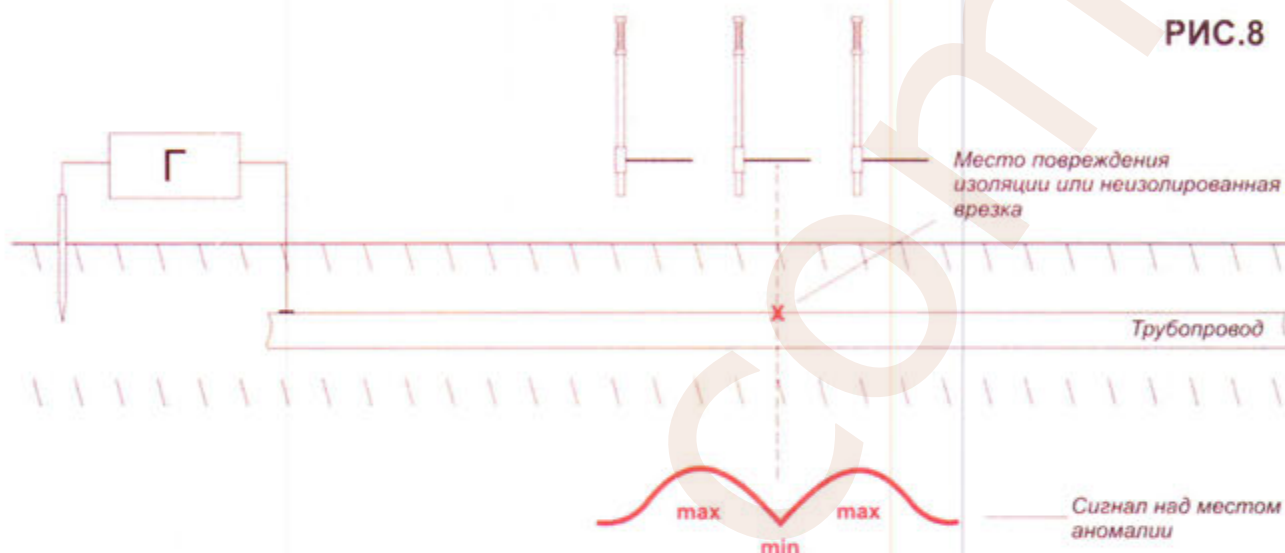
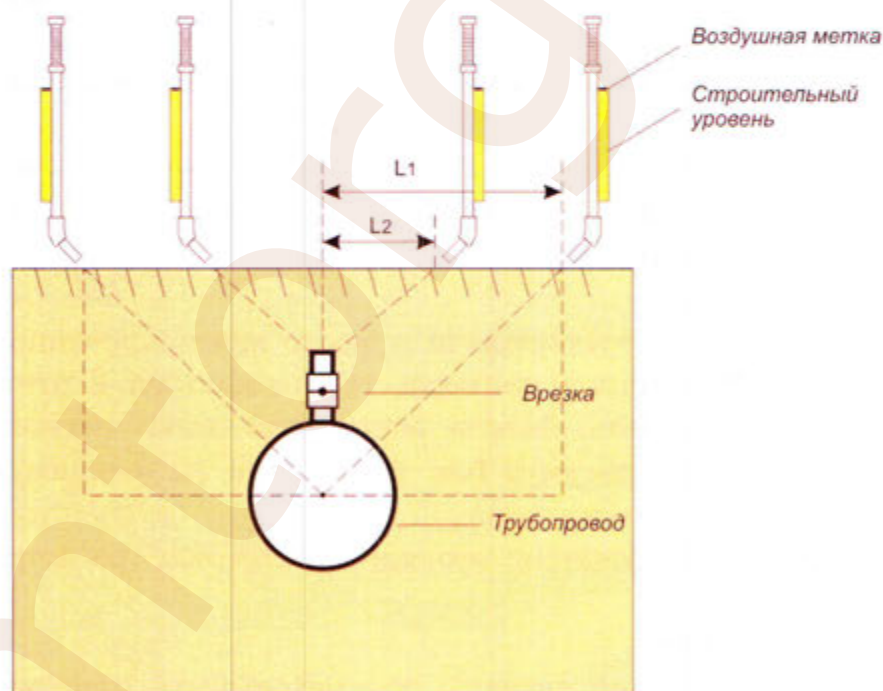

Рис. 8. Продольный метод
Рис. 11. Метод разности глубин залегания трубопровода и врезки.
Врезки, как правило имеют несанкционированный характер происхождения, могут быть изолированные или неизолированные. Поиск врезок производят на электрическую антенну поперечным методом, см. рис 9, и подтверждают продольным методом на электрическую антенну, см. рис. 8, и методом разности глубины залегания между осью трубопровода и верхней точкой врезки на магнитную антенну, см. рис. 11.
- место нарушения изоляции трубопровода и место неизолированной врезки контактируют с грунтом. Вследствие контакта ток генератора в этих местах растекается по поверхности грунта. Место растекания легко регистрируется электрической антенной по «максимуму» (см. рис 9) или по «минимуму» (см. рис.8).